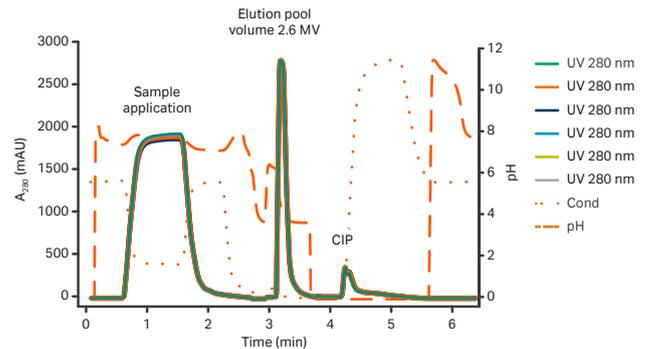
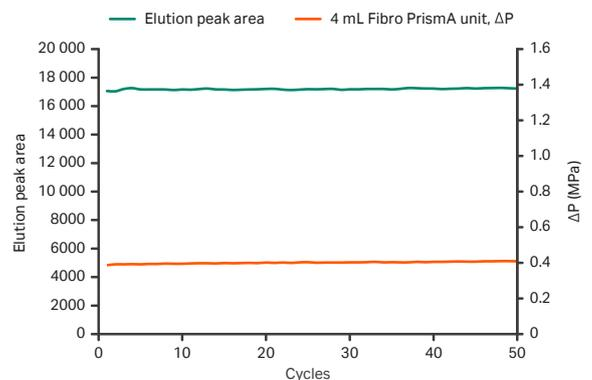

图 3. 4 mL Fibro Prisma 单元纯化含 3.8mg/mL mAb 的细胞培养液的蛋白 A 结合洗脱曲线: UV280 nm 曲线每 10 个循环叠加一次, 时间 6.3 分钟, 流速 8 MV (CIP 4 MV)。
图 4. 各循环间最大柱压差 ( $\Delta P$ ) 和洗脱峰面积性能的趋势曲线。
一个可放大的 4 mL Fibro 单元固定蛋白 A “Prisma” 配基, 可以在几分钟内运行一个完整的层析循环, 仅消耗少于 3 倍基质体积 (MV) 的浓缩洗脱液 (图 3)。通过在 ÄKTA™ pure 150 系统上使用 4 mL Fibro Prisma 单元运行 50 个循环, 证明了循环间的一致性 (回收率 >95%) (图 4)。洗脱峰在循环间具有一致性, 且压力稳定。